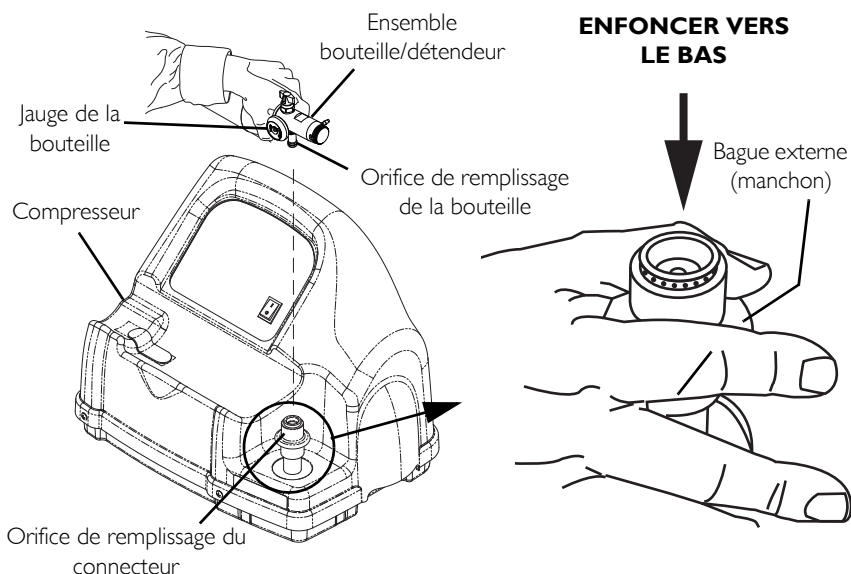
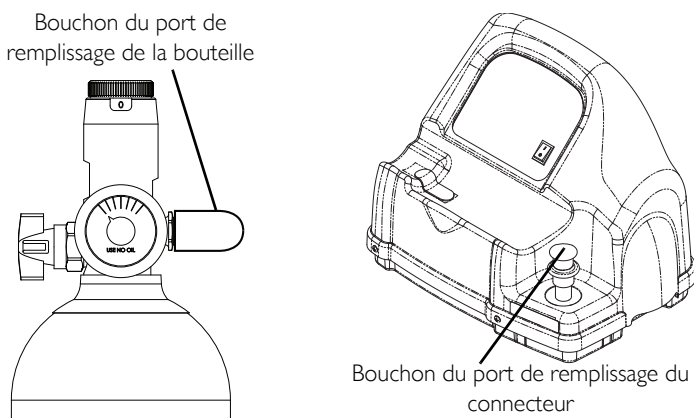
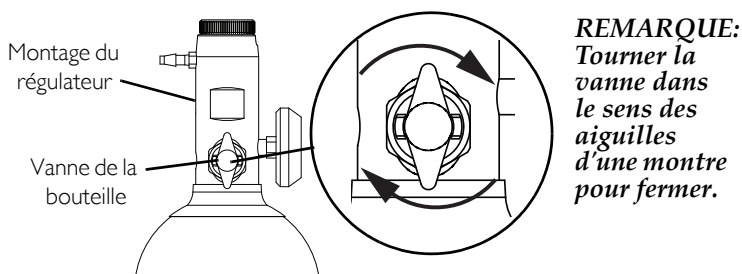

FIGURE 4.5 Déconnection de la bouteille du compresseur
FIGURE 4.6 Bouchons des ports de remplissage
FIGURE 4.7 Fermeture de la vanne de la bouteille
REMARQUE: Pour cette procédure, se reporter à la FIGURE 4.5, FIGURE 4.6 et FIGURE 4.7.
2. Saisir l'ensemble bouteille/détendeur dans la zone située derrière la jauge de la bouteille (FIGURE 4.5).
3. Saisir de l'autre main la bague externe (manchon) de l'orifice de remplissage du connecteur et pousser vers le BAS (FIGURE 4.5).
4. Soulever l'ensemble bouteille/détendeur pour le retirer de l'orifice de remplissage du connecteur (FIGURE 4.5).
6. Placer les capuchons des orifices de remplissage sur les orifices de remplissage du connecteur et de la bouteille (FIGURE 4.6).
8. Tourner la vanne de la bouteille sur la position fermée lorsqu'elle n'est pas utilisée (FIGURE 4.7).